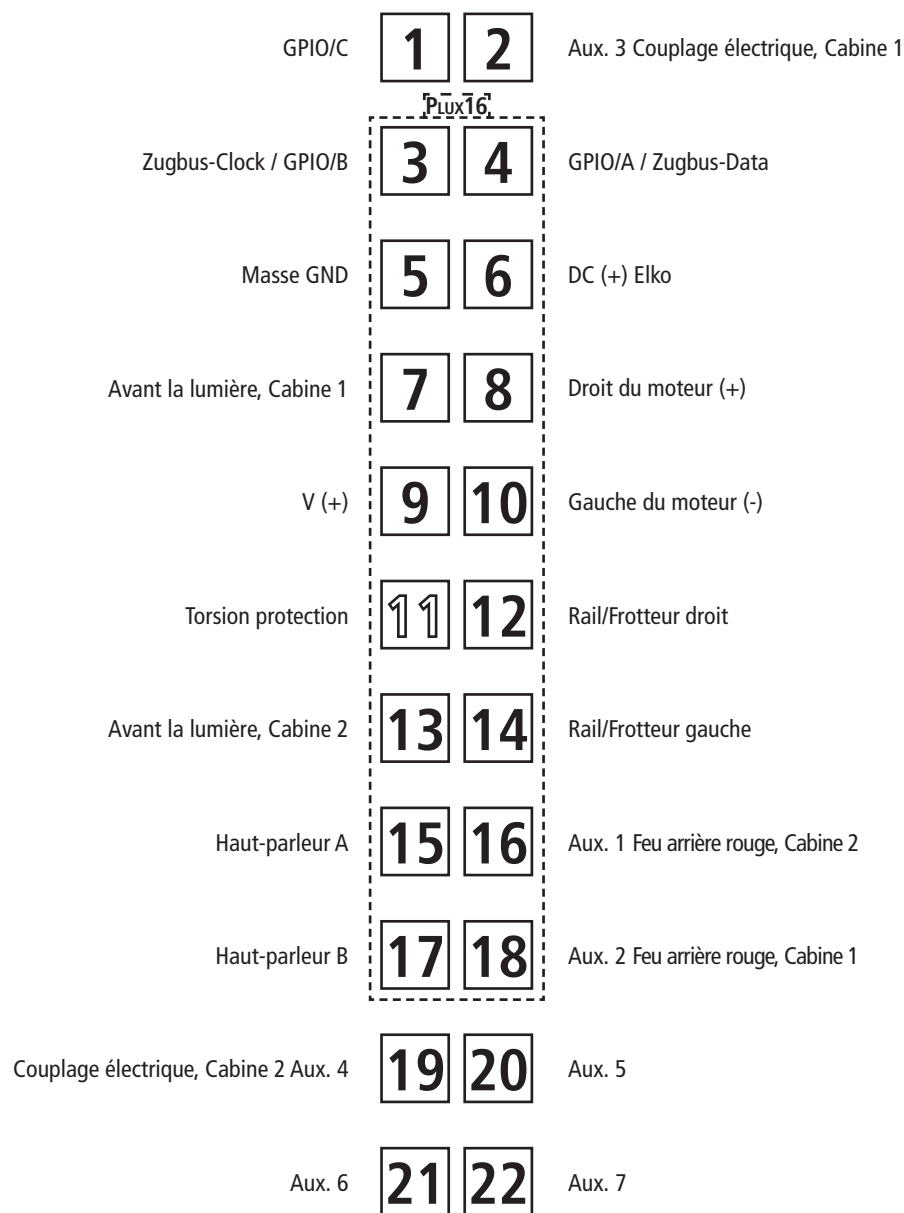
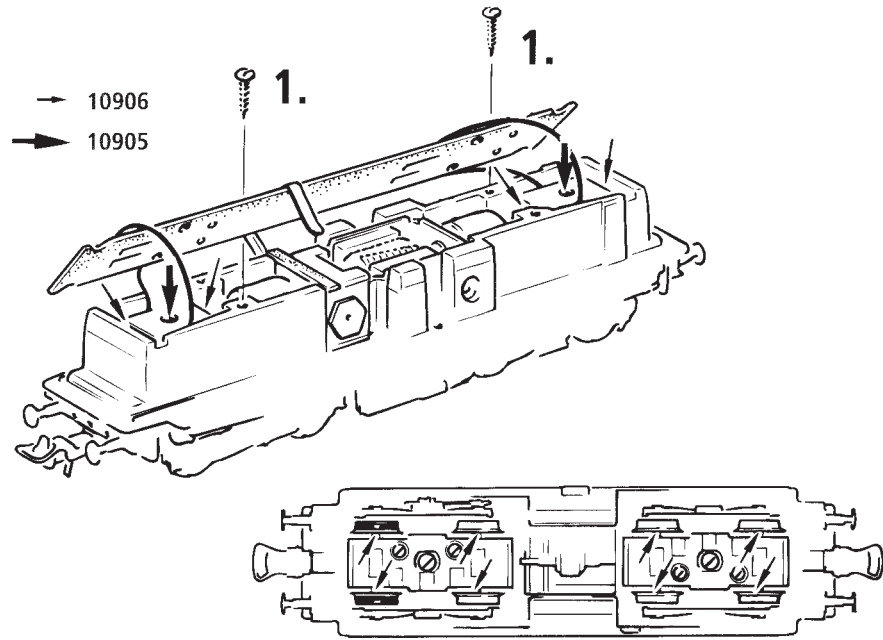
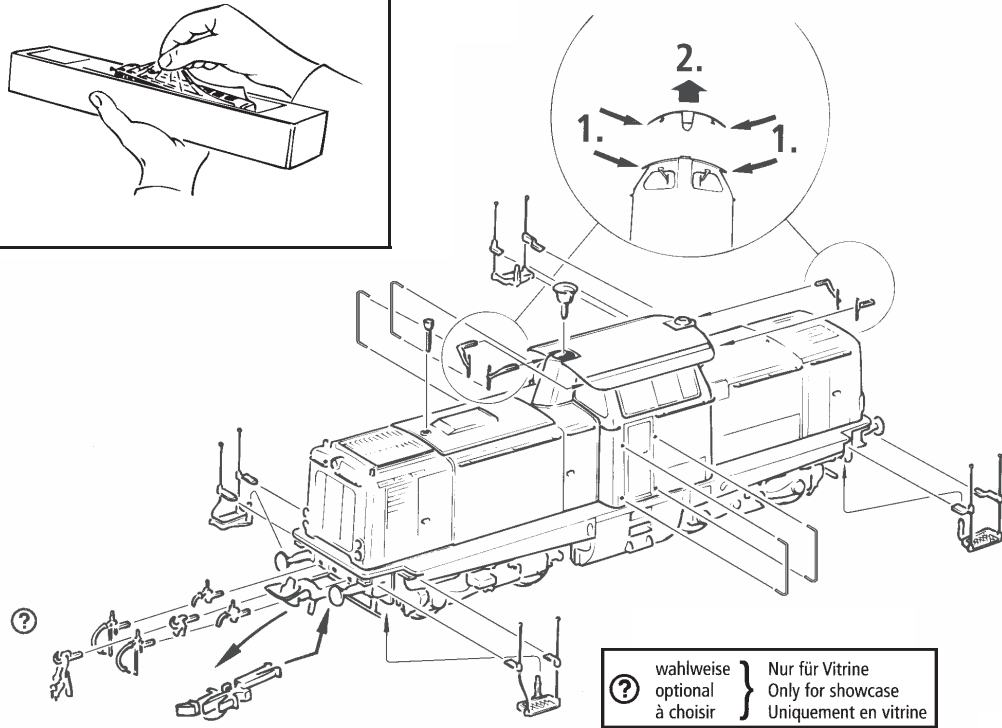

Fig. 7
Fig. 9
Fig. 3
| Fig. 7 – 10 | 5 + 8 |
2. Schmierung: Versehen Sie die im Schmierplan in Fig. 7 gekennzeichneten Stellen mit nur **kleinen Öltröpfen**. Dazu zuerst das Lokgehäuse abnehmen (Fig. 3). Wir empfehlen den **ROCO Öler Art.-Nr. 10906**. Fürs Schmieren der Getriebeteile (Zahnräder, Schnecke) empfehlen wir das **ROCO-Spezialfett Art.-Nr. 10905**. Im Falle der Schmierung diese Teile **nicht ölen**.
Mehrzugbetrieb: Zuerst Lokgehäuse abnehmen (Fig. 3). Danach den Brückenstecker aus der Schnittstelle entfernen (diesen sorgsam aufbewahren). Danach den Stecker des Steuerbausteins lagerichtig einsetzen (siehe Fig. 9).
4. Kohlebürstenwechsel: Lokgehäuse abnehmen (Fig. 3). Danach wird der Motor ausgebaut und die Kohlebürsten ausgewechselt (Fig. 6).
2. Lubrication: Apply **tiny oil drops** to spots marked in fig. 7. Prior to lubrication dismantle locomotive (fig. 3). We recommend using item no. **10906, Roco oiler**. For lubrication the gearparts (e.g. cogwheels, worm) we should recommend our Roco **special grease** (item no. **10905**).
Remove the jumper from the interface. Finally put the plug of the chip into the interface as shown in fig. 9.
4. Carbon Brush Changing: First remove loco body (fig. 3), and then the motor (fig. 6).
2. Graissage: N'appliquez **qu'une toute petite goutte** aux endroits indiqués par le plan de graissage (fig. 7) après avoir démonté la caisse de la locomotive (fig. 3). Nous vous recommandons **le graisseur à huile Roco réf. 10906**. Pour graisser les engrenages (roues dentées, vis sans fin) nous vous conseillons la **graisse spéciale Roco réf. 10905** pour engrenages en matières synthétiques. Lorsque vous utilisez cette graisse il faut éviter d'huiler ces composants.
4. Remplacement des balais du moteur: Démontez la caisse (voir fig. 3). Démontez ensuite le moteur et échangez le balais (fig. 6).